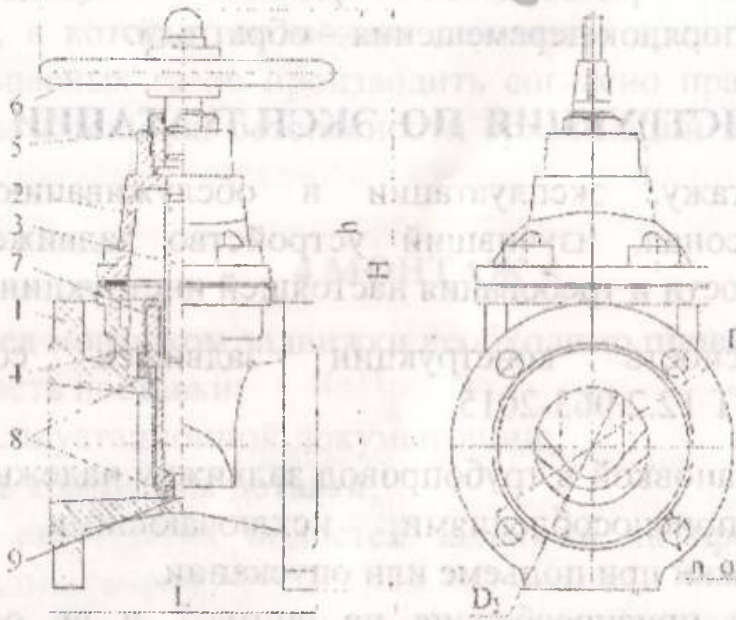

Рисунок 1
1.3 Основные габаритные и присоединительные размеры показаны на рис. 1, 2, 3 и в таблице 2